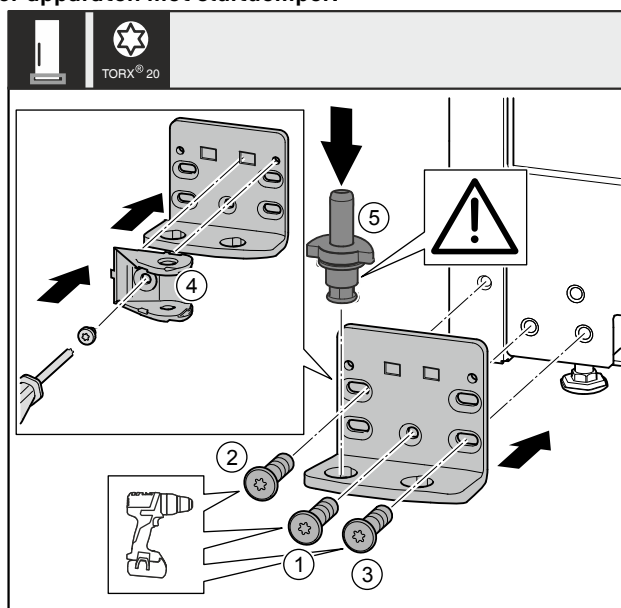

Fig. 37 *
- ▶ Lagerbok aan de andere zijde plaatsen en met behulp van een schroevendraaier er in schroeven. Met schroef Fig. 37 (1) onder in het midden beginnen.*
- ▶ Schroef Fig. 37 (2) en schroef Fig. 37 (3) vastschroeven.*
- ▶ Sluitdemperverbinding Fig. 37 (4) 180° draaien. Aan de andere zijde van het lagerbok met een schroevendraaier er in schroeven.*
- ▶ Lagerbouten Fig. 37 (5) volledig insteken. Let hierbij op dat het vergrendelingslipje naar achteren wijst.*